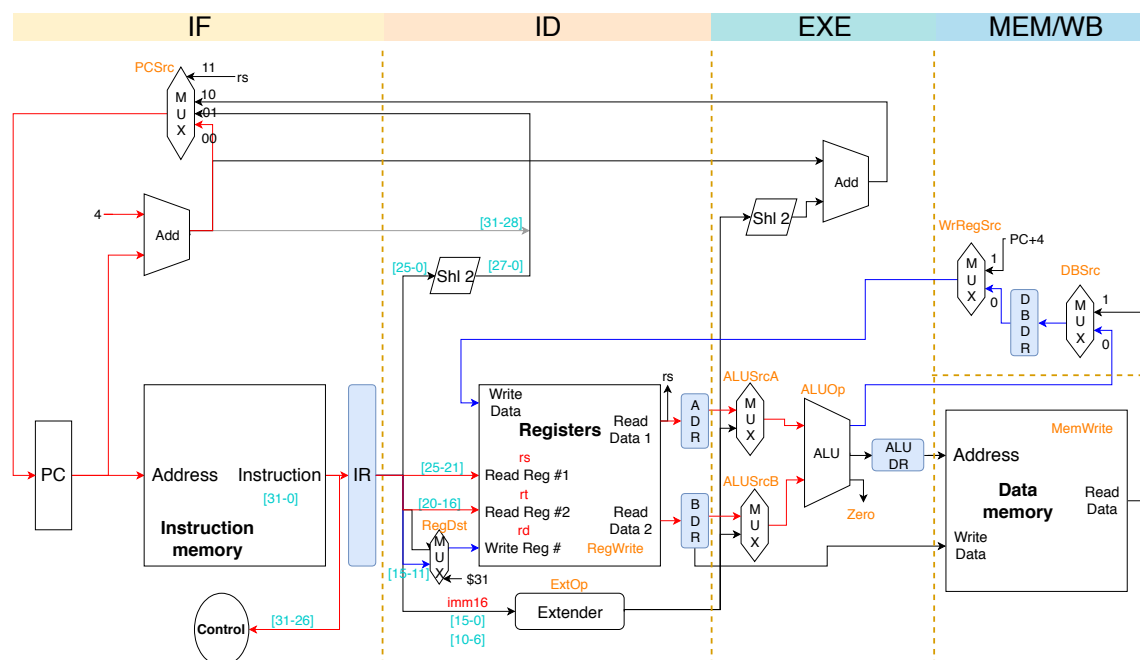

图 8: lw通路
2. lw为I类型。见图8，执行阶段从指令中读入rs、rt寄存器的地址，rt作为写入寄存器(RegDst=0)，对偏移量(imm)进行符号扩展，与rs寄存器的内容相加得到内存地址，将内存的内容写入rt寄存器。